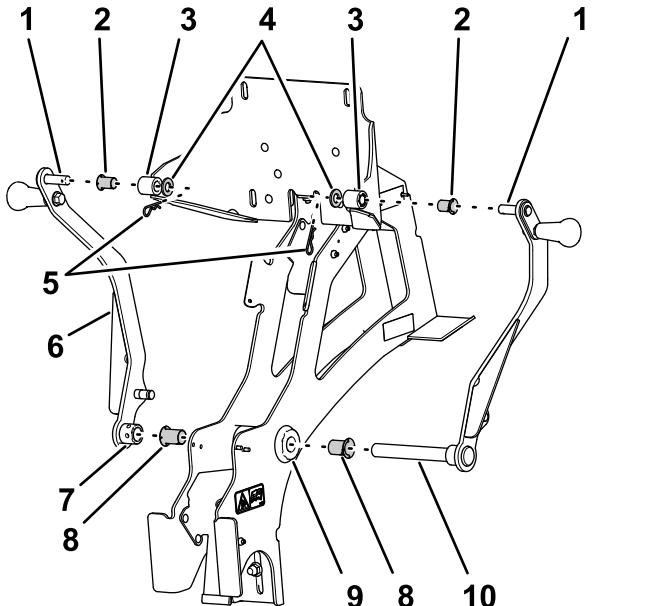

Figura 16
- Introduzca un casquillo con brida (3/4" D.I.) en cada extremo del tubo de pivot del bastidor principal (Figura 16).
- Introduzca un casquillo con brida (1/2" D.I.) en los cubos izquierdo y derecho de la chapa trasera (Figura 16).
bridas en el lado derecho del tubo de giro y el pivote (Figura 16).
- Instale el pasador de giro superior del brazo de sujeción de la derecha a través del cubo derecho de la chapa trasera (Figura 16).
- Sujete el pasador de giro superior a la chapa trasera con una arandela (1/2") y una chaveta (Figura 16).
- Instale el cubo del brazo de sujeción izquierdo sobre el extremo del pasador de giro inferior del brazo de sujeción de la derecha que sobresale a la izquierda del casquillo con bridales de la izquierda en el tubo de giro (Figura 16).
- Instale el pasador de giro superior del brazo de sujeción de la izquierda a través del cubo izquierdo de la chapa trasera (Figura 16).
- Sujete el pasador de giro superior del brazo de sujeción de la izquierda a la chapa trasera con una arandela (1/2") y una chaveta (Figura 16).